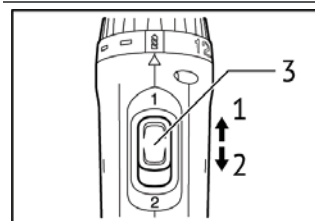

рис.6
Механический переключатель диапазонов скорости в двух фиксированных положениях («1» или «2») см. рис.6, позволяет выбрать оптимальное соотношение числа оборотов и крутящего момента:
- выставив ползунком переключателя (рис.6 поз.3) диапазон «1» получаем при